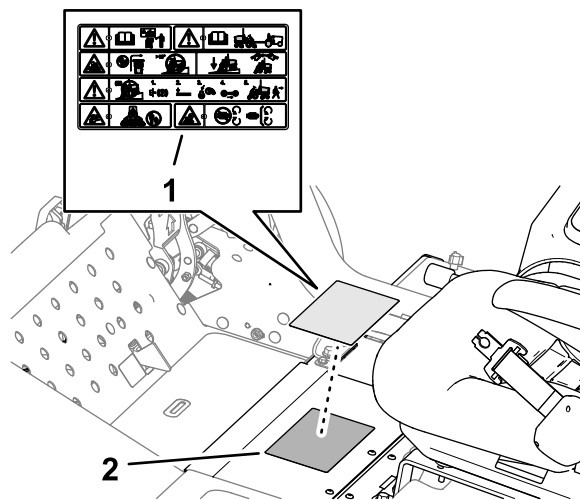

Figura 24
1. Limpe o adesivo de aviso padrão com álcool, e deixe secar a estrutura (Figura 24).
2. Retire a parte de trás e aplique o adesivo de aviso CE (peça n.º 138-1186) sobre o adesivo de aviso padrão como se mostra na Figura 24.